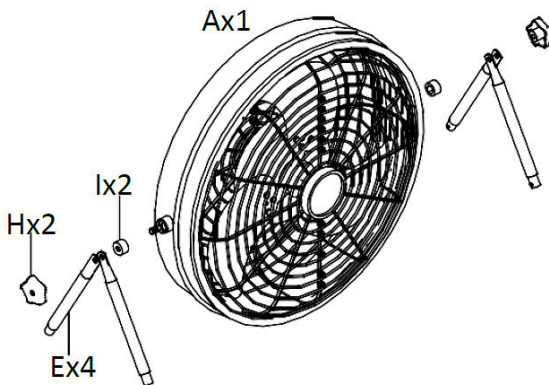
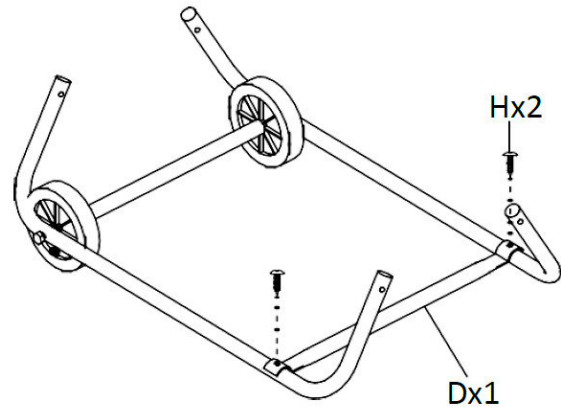

Abb. 3: Haltearm
Abb. 5: Querstrebe montieren
Schritt 1: Stellen Sie sicher, dass die Haltearme an beiden Seiten korrekt mit dem Lüftergehäuse verbunden sind (Abb. 3). Durch Drehen an der sternförmigen Griffmutter entgegen des Uhrzeigersinns kann die Verschraubung gelöst werden.
Schritt 4: Das Fußelement des Ventilators (Abb. 3) nun mit dem Grundgestell verschrauben (Abb. 5).